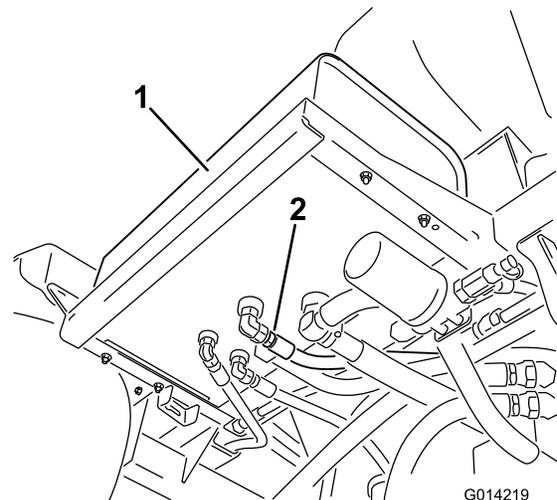

Figura 63
2. Limpe a área em redor do encaixe do tubo hidráulico na parte inferior do depósito de óleo hidráulico (Figura 63).
4. Retire o encaixe da tubagem do depósito, permitindo o escoamento do óleo para o recipiente (Figura 63).